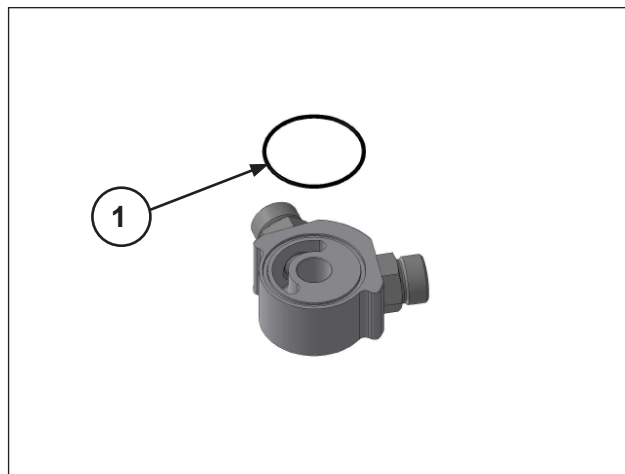

图 129
安装机油空气分离器适配器组件 (①, 图 129) 并按照段落3的指示用扭力扳手调节固定螺钉。